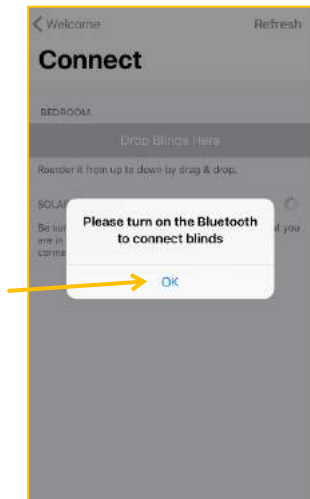

Abbildung 4
10.2.3.1 Nachdem sichergestellt ist, dass Bluetooth im Handy aktiviert ist, auf **Ok** tippen (Abb. 4).